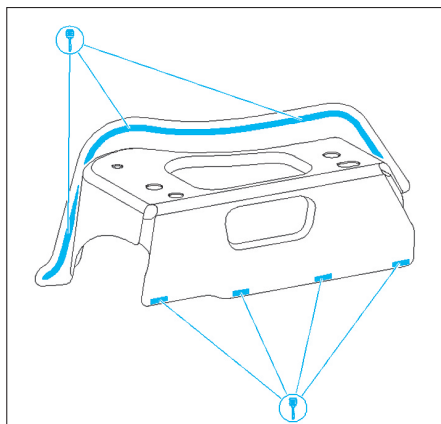

FIG. 4
- Percer les orifices nécessaires, avec un foret de 7 mm de diamètre pour la soudure bouchon (Fig.4).